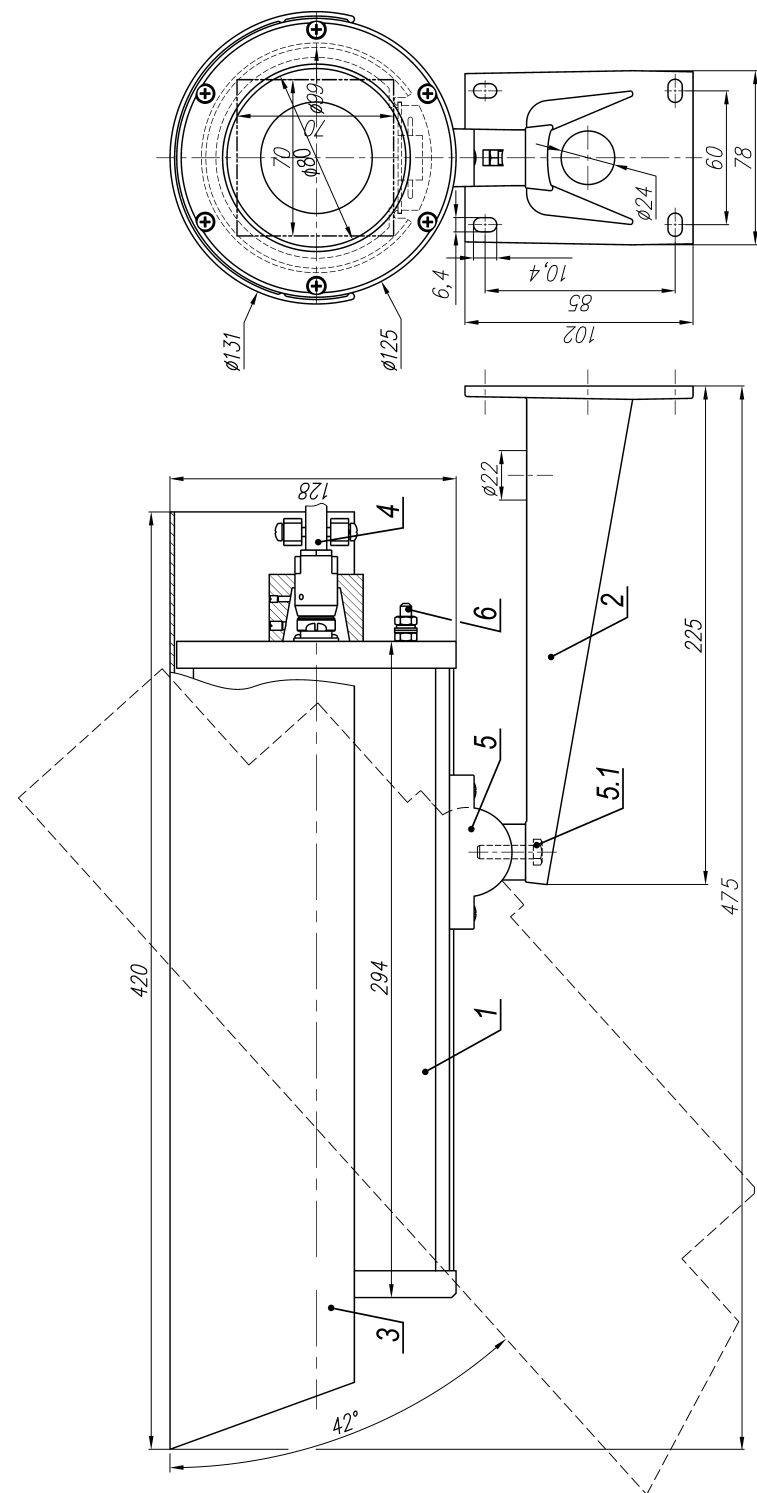

Рис.1 Габаритные и установочные размеры ТВК-18 ВБ-01
2. Ослабив болт фиксации шарнира (поз.5.1 рис.1), установить гермобокс на нужное направление обзора, после чего надежно зафиксировать шарнир затянув болт.
3. Заземлить гермобокс с помощью болта заземления (поз.6 рис.1).
Состав изделия: (см. рис.1)